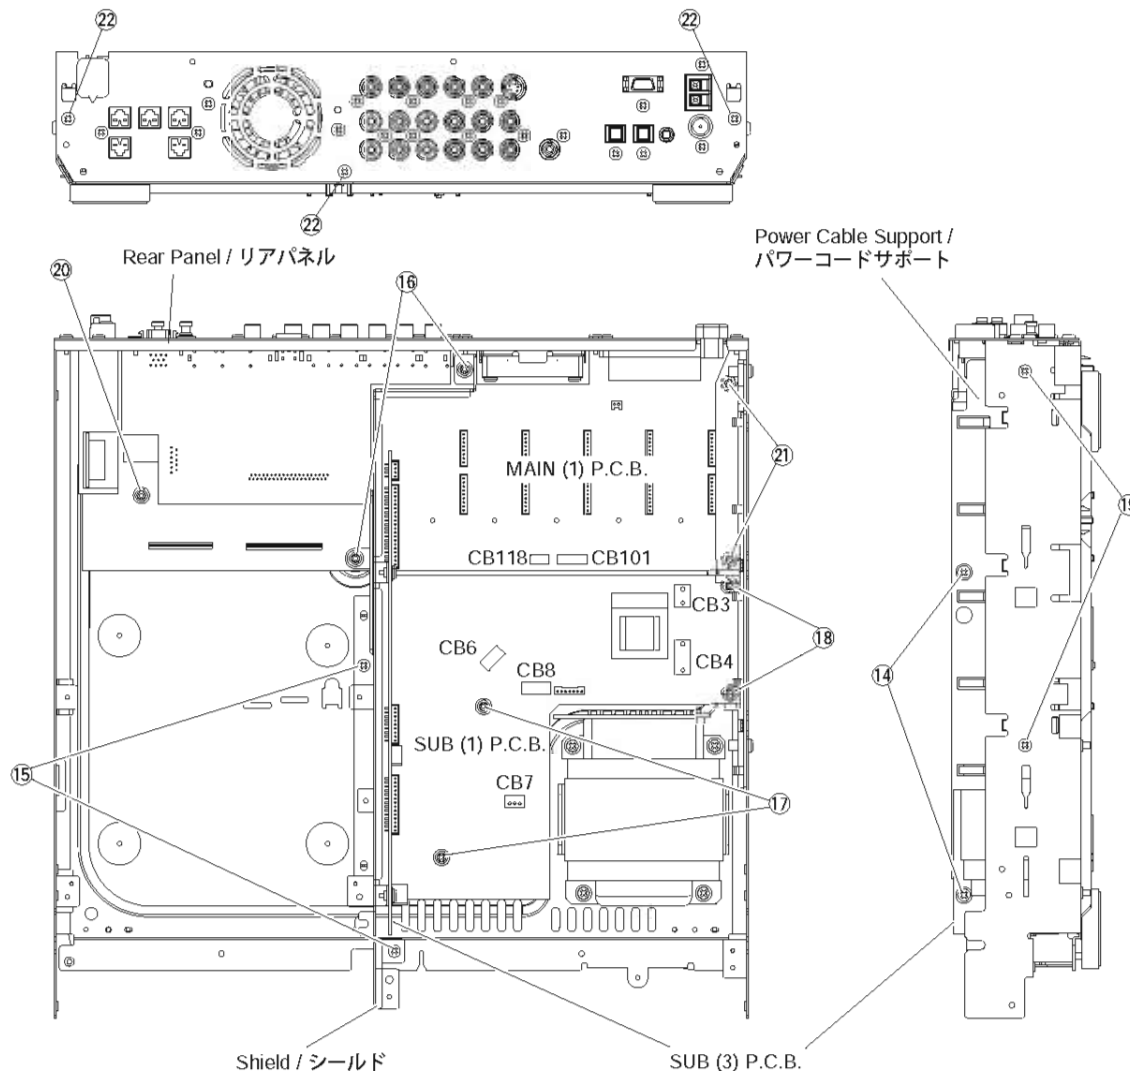

Fig. 7
8. Removal of SUB (3) & SUB (1) P.C.B.
- a. Remove 2 screws (14) in Fig. 7.
- b. Remove 2 screws (15) and 2 screws (16) and then remove the Shield in Fig. 7.
- c. Remove the SUB (3) P.C.B. in Fig. 7.
- d. Remove 2 screws (17) and 2 screws (18) in Fig. 7.
- e. Disconnect the connectors CB3, CB4, CB6, CB7, CB8, CB101 and CB118 in Fig. 7.
- f. Remove the SUB (1) P.C.B. in Fig. 7.
8. SUB (3) & SUB (1) P.C.B.の外し方
- a. 14のネジ2本を外します。(Fig. 7)
- b. 15のネジ2本、16のネジ2本を外し、シールドを外します。(Fig. 7)
- c. SUB (3) P.C.B.を外します。(Fig. 7)
- d. 17のネジ2本、18のネジ2本を外します。(Fig. 7)
- e. コネクターCB3、CB4、CB6、CB7、CB8、CB101、CB118を外します。(Fig. 7)
- f. SUB (1) P.C.B.を外します。(Fig. 7)
- a. Remove 2 screws (19) and then remove the Power Cable Support in Fig. 7.
- b. Remove 1 screw (20) and 2 screws (21) in Fig. 7.
- c. Remove 3 screws (22) in Fig. 7.
- d. Remove the MAIN P.C.B. with the Rear Panel attached to it in Fig. 7.
- a. 19のネジ2本を外し、パワーコードサポートを外します。(Fig. 7)
- b. 20のネジ1本、21のネジ2本を外します。(Fig. 7)
- c. 22のネジ3本を外します。(Fig. 7)
- d. リアパネルが付いた状態でMAIN P.C.B.を外します。(Fig. 7)